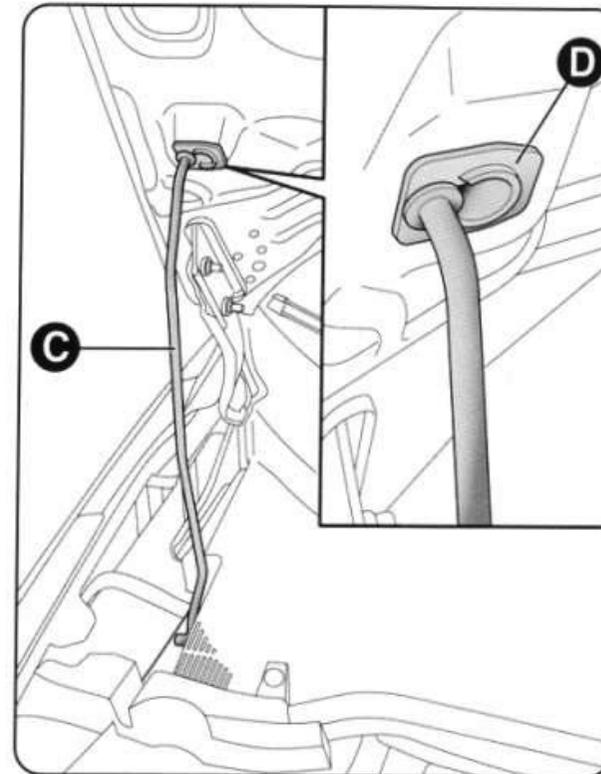

рис. 65
- поднимите капот, извлеките опору С (рис. 65) из фиксатора и установите ее в отверстие D.
- одной рукой приподнимите капот, а другой извлеките опору С (рис. 65) из отверстия D и закрепите ее в фиксаторе;